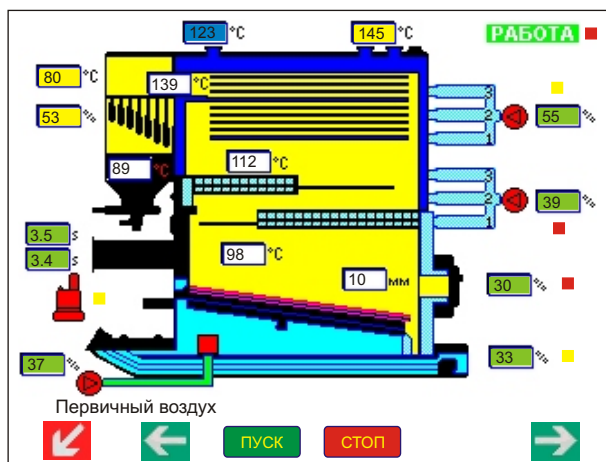

Рис. 153. Меню "Процесс" (Блок "SCADA"). Пример отображения работы твердотопливного котла.
9.6.12 В меню **Процесс** блок SCADA представлен в виде рисунка технологического процесса с отображением всех необходимых параметров и светодиодной индикации. В нижней части экрана располагаются служебные кнопки: **Выход** (для выхода в меню Процесс), **Влево** и **Вправо** (для пролистывания страниц). На кнопке **Вправо** индицируется номер текущей страницы. На страницах, на которые не производилась загрузка рисунков размещена надпись "Пусто". В ряду служебных кнопок, места 3, 4 и 5-ой кнопок свободны. На месте 3-ей и 4-ой кнопок, при создании рисунка технологического процесса, можно нарисовать виртуальные кнопки, подключить их в схему с помощью выходов блока "Кнопка 1" и "Кнопка 2", организовав функцию ручного управления процессом. Эта функция доступна на страницах 1-4 блока SCADA, меню Процесс (Рис. 153).